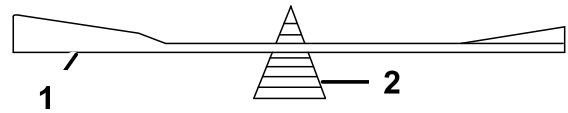

Bild 70
2. Überprüfen Sie die Auswuchtung des Schnittmessers auf einer Ausgleichmaschine (Bild 70).